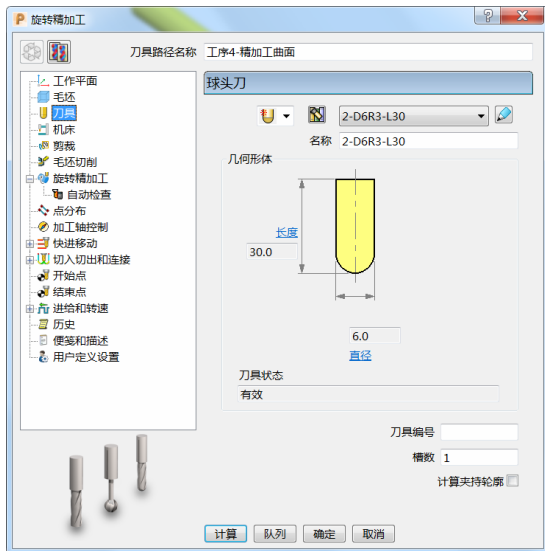

图 6-25
- 3) 刀具：选择“ $\phi 6$ 球头刀”，伸出 30mm 即可。（图 6-25）